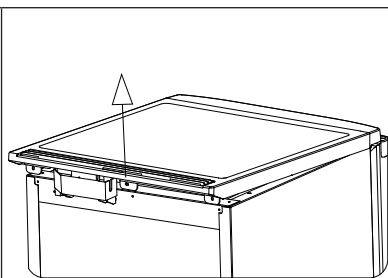
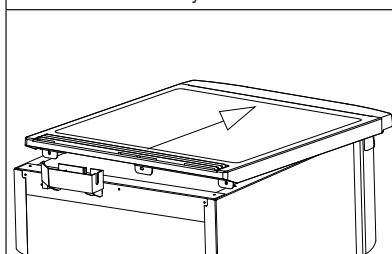

Рисунок 2
Рисунок 3
2. Приподнимите край столешницы (см. рис. 2) и, движением от себя (см. рис. 3), снимите ее.